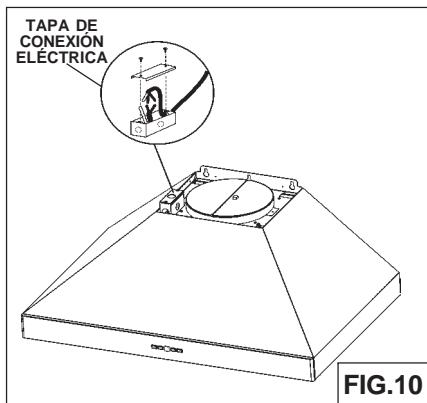

FIG.10
1. Quite la tapa de la caja de conexión eléctrica y saque un cable (Fig.10).